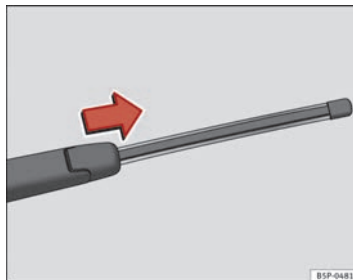

Fig. 142 Estrarre la spazzola tergicristallo
- Sollevare il braccio del tergicristallo dal lunotto ⇒ fig. 142.
- Scorrere l'adattatore della spazzola nella direzione della freccia e rimuovere la spazzola ⇒ fig. 142.